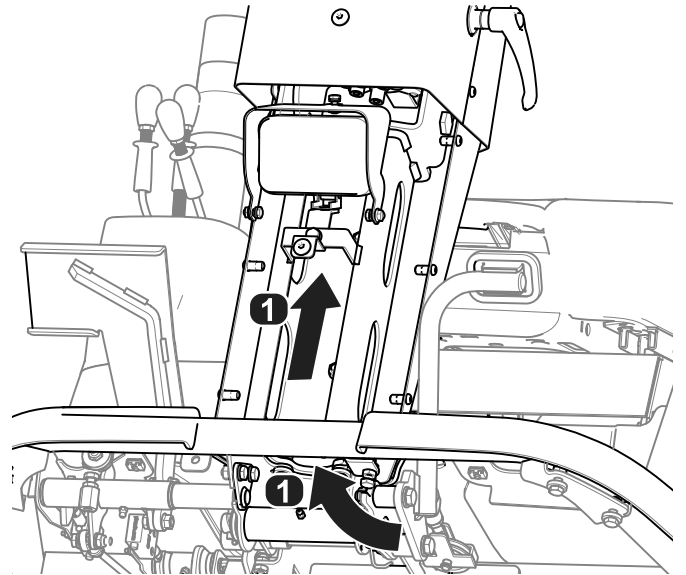

Bild 18
7. Verlegen Sie den Kabelbaum zusammen mit dem Maschinenkabelbaum unterhalb der Plattform in die Lenksäule (Bild 18).